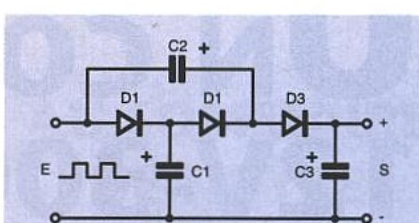
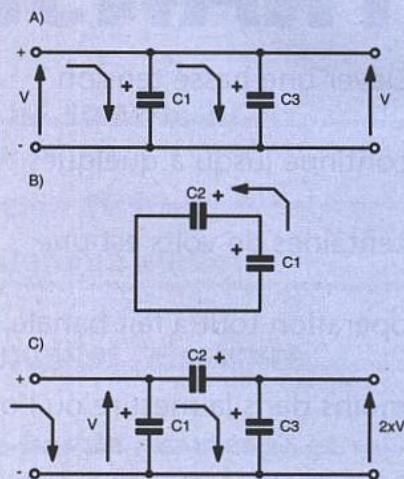
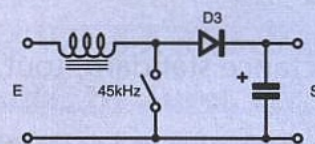

Figure 4 : le doubleur de tension exploité.
Figure 5 : principe de fonctionnement du doubleur.
Figure 6 : l'étage attaquant le doubleur.
La figure 5 montre bien que les deux pics sont particulièrement nets et étroits, tandis que leur hauteur permet de juger d'un simple coup d'oeil de l'égalité d'amplitude des deux composantes : c'est infiniment plus parlant que l'oscillogramme de la figure 6, pourtant bien caractéristique.
■ Figure 5
■ Figure 6
tenir 150 à 200 V sans difficulté particulière, mais au prix de courants de pointe pouvant atteindre quelques ampères dans la self, le transistor, et la diode : il faut donc dimensionner ces composants en conséquence ! Pour monter encore plus haut avec un courant de sortie suffisant, nous avons songé à mettre en oeuvre un doubleur de tension à diodes et condensateurs, selon le schéma de la **figure 4**. Pour bien comprendre le principe exploité, il est commode de raisonner sur les trois situations possibles, détaillées à la **figure 5**.
Il faut considérer que le doubleur de la figure 4 est monté à la sortie de l'élevateur à découpage de la figure 6, dont le fonctionnement est le suivant : Lorsque l'interrupteur (en fait le transistor MOS) est fermé, la tension d'entrée fait circuler un courant dans l'inductance, dont le noyau accumule progressivement une certaine énergie magnétique.
On peut donc considérer que la tension de sortie de cet élevateur varie, à une fréquence de 45 kHz imposée par le circuit intégré, entre zéro et une valeur pouvant déjà être fort élevée. A la mise sous tension du montage, tous les condensateurs sont déchargés : nous sommes donc dans le cas (A) de la figure 5, où les trois diodes sont passantes et permettent à C1 et C3 de se charger simultanément en haute tension.